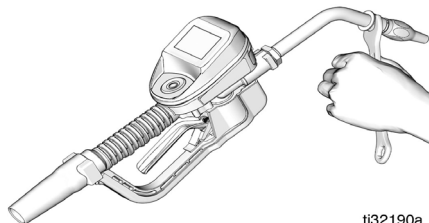

FIG. 10
2. Con una llave ajustable de extremo abierto sobre las caras planas del casquillo de la boquilla, apriete firmemente (FIG. 10).
- Para no dañarla, apriete la boquilla **únicamente** con la llave colocada en las caras planas de su casquillo, como se observa en FIG. 10.